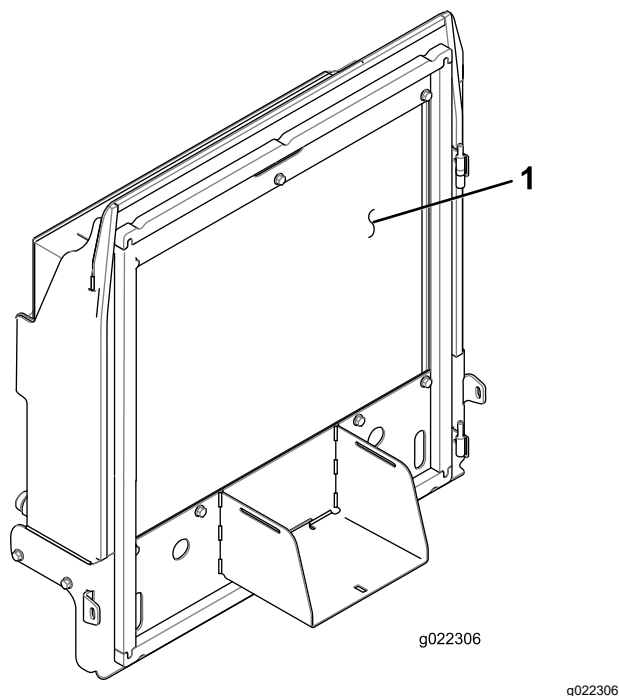

Рисунок 65
4. Тщательно очистите сжатым воздухом обе стороны радиатора/маслоохладителя (Рисунок 65).